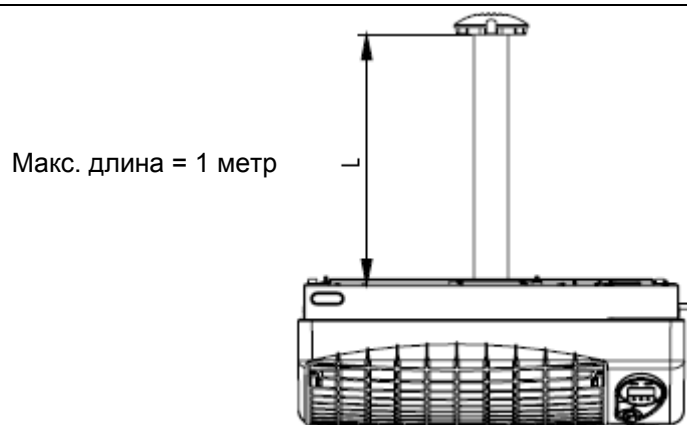

Рисунок 5 – Установка с двойными трубами
- Используются прямые двойные трубы (макс. длина трубы 1 метр) (см. Рисунок 5).